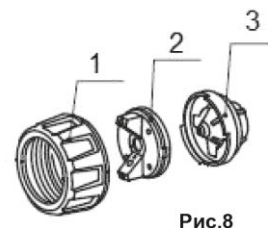

Рис.8
Очистка краскопульта (Рис.8).
10. Отвинтите гайку сопла (1), поворотное (2) и неподвижное (3) сопла (рис.8).